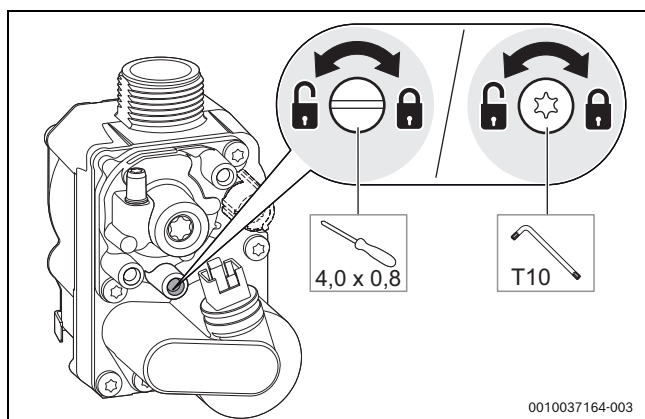

Bild 54 Gas-Anschlussdruck messen
- Schraube am Messstutzen für den Gas-Anschlussdruck 2 Umdrehungen lösen (→ Bild 54).